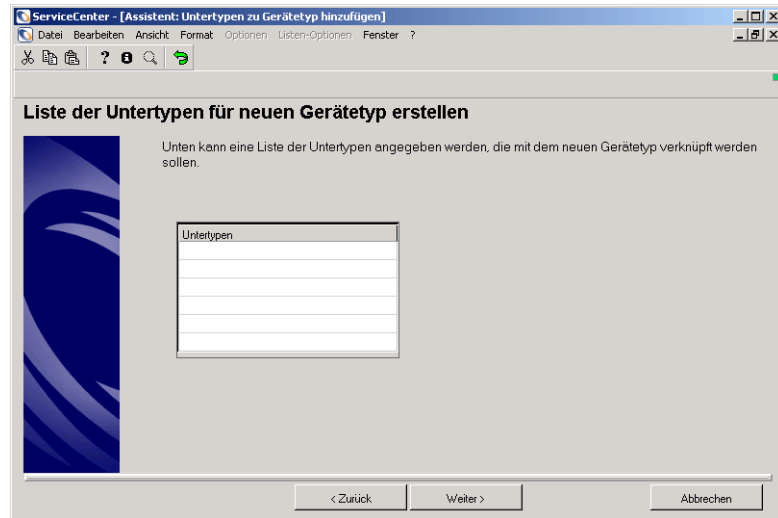

Abbildung 7-25: Liste der Untertypen
- 11 Abbildung 7-25 auf Seite 220 zeigt das Feld, in dem Sie eine Liste der Untertypen angeben können, die dem neuen Gerätetyp zuzuordnen sind. Sie können beliebige Untertypen angeben, die für Ihre Konfiguration Sinn ergeben. Klicken Sie auf **Weiter**.